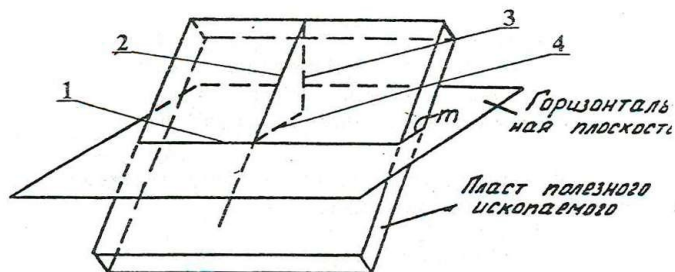

Рис. 1.33
31. На рис.1.33 изображены элементы залегания месторождения, укажите линию простирания.